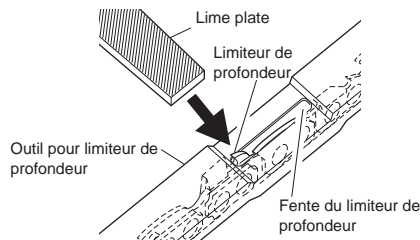

Figure 24 - Position de l'outil pour limiteur de profondeur sur la chaîne
1. Placer l'outil pour limiteur de profondeur fermement par-dessus 2 taillants. S'assurer que le limiteur de profondeur entre dans la fente de l'outil (voir la Figure 24).